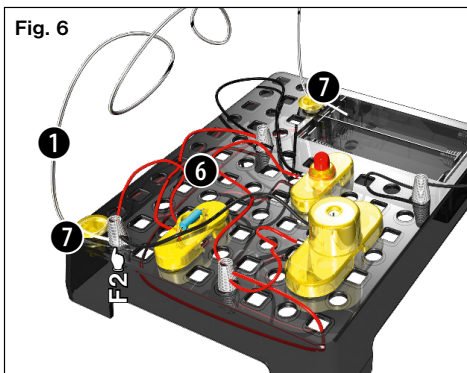

Fig. 6
#### **(DE) Schritt 5 (Fig. 6)**
Befestige den Metalldraht (1) mit den Plastikstiften (7) an der Grundplatte (6), indem du den Draht wie in Fig. 6 gezeigt durch die beiden Schlaufen am Ende des Drahts in die Grundplatte schiebst. Beachte bitte, dass ein Ende des Drahtes auch mit dem Federanschluss F2 verbunden werden muss.
#### **(EN) Step 5 (Fig. 6)**
Fix the metal wire (1) on the base plate (6) using the plastic pins (7) to push through the two circles at either of the wire and into the base plate as shown in Fig. 6. Note that one end of the metal wire must be also connected to the spring connector at position F2.
**(IT) Fase 5 (Fig. 6)**
Fissare il filo metallico (1) con le punte in plastica (7) sulla piastra base (6), introducendo il filo attraverso i due occhielli all'estremità del filo nella piastra base come illustrato nella Fig. 6. Accertarsi che un'estremità del filo sia collegata anche con il connettore a molla F2.
**(ES) Paso 5 (fig. 6)**
Ajusta el alambre metálico (1) con los conectores de plástico (7) a la placa base (6). Tal y como se muestra en la fig. 6, desplaza la trabilla del final del alambre hasta la placa base. Asegúrate de que un extremo del alambre esté conectado con el muelle F2.